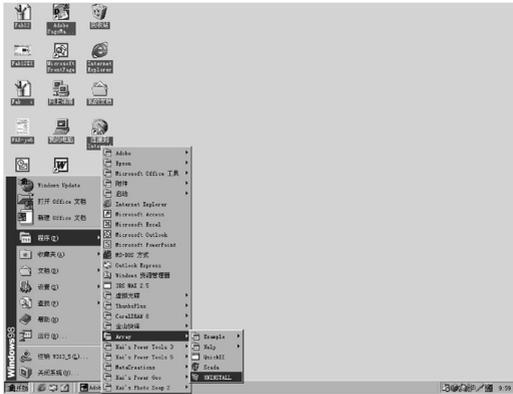
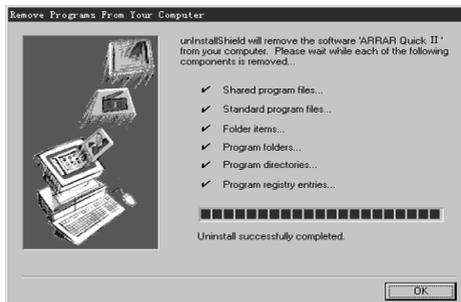

图 1.9 卸载
图 1.10 QUICK II 移除画面
- 用鼠标左键单击该程序集下的“UNINSTALL”，如图 1.9 所示；
- 出现移出画面如图 1.10 所示，即可移除。
- 在该对话框中选择“ARRAY QUICK II”程序后，单击“增加/移除程序”按钮，出现对话框如图 1.9 所示，询问是否决定移除；用鼠标左键单击“Yes”，即出现移除画面如图 1.10 所示：